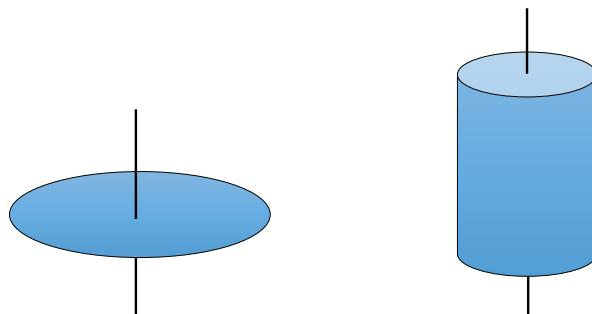

図 10.4: 円板と円柱. どちらも質量 M , 半径 r .
(1) 質量 M , 半径 a の十分薄い板の中心を通り板に垂直な軸周りの慣性モーメント : $I = \frac{1}{2}Ma^2$ (図 10.4)
(2) 質量 M , 半径 a , 高さ h の円柱の中心を通り円柱に平行な軸周りの慣性モーメント : $I = \frac{1}{2}Ma^2$ (図 10.4)